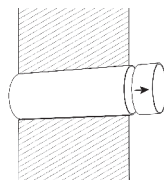

Рис. 3
3. Перед установкой, трубу воздуховода обрезать по толщине стены. Установить трубу с тепло-шумоизоляцией в отверстие. Предварительно, на наружную поверхность трубы равномерно нанести силиконовый герметик (Рис. 3).